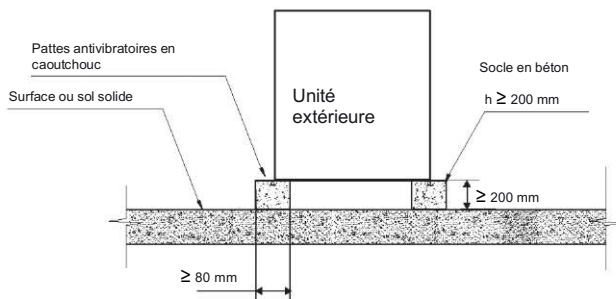

Fig. 6-5 Vue de face de la structure de base
4. Un exemple typique de base en béton est présenté à la Fig. 6-5. Une composition typique du béton comprend 1 part de ciment, 2 parts de sable et 4 parts de pierre concassée, avec armature en acier. Les arêtes de la base doivent être chanfreinées.